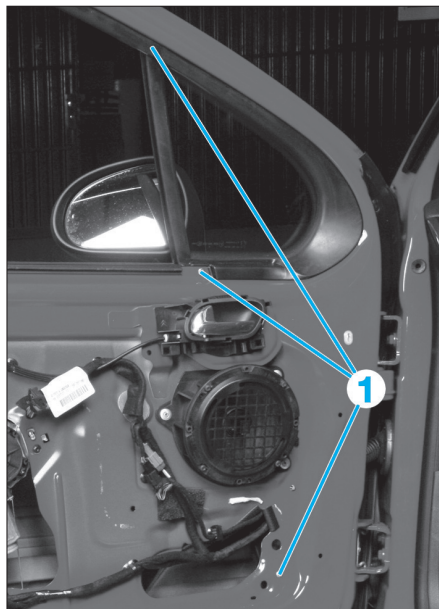

Fig. 63
• Percer les rivets (1) (Fig.63).